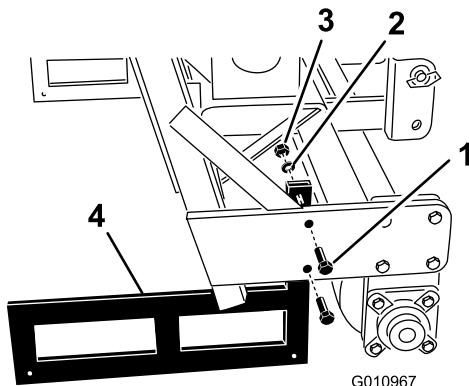

Figura 32
2. Retire os parafusos e as porcas que fixam os suportes de armazenamento em cada extremidade do arejador (Figura 32).